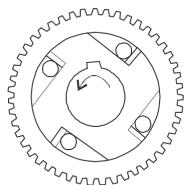

Fig. 2-1
1. Ricordarsi di montare i pezzi al posto giusto e lubrificare i perni indicati sulla Fig. 2-1.